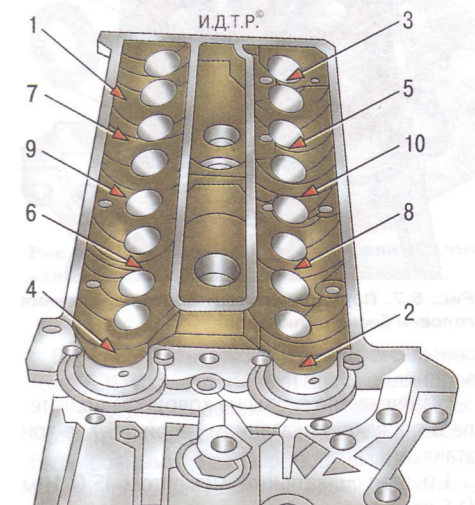

Рис. 5.6. Порядок ослабления затяжки болтов крепления головки блока цилиндров
27. Ослабьте затяжку десяти болтов крепления головки блока цилиндров в порядке, показанном на рис. 5.6, а затем окончательно выверните болты крепления головки и выньте их вместе с шайбами.